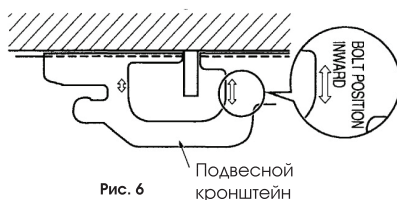

Рис. 6
- Убедитесь, что завернутая шпилька находится внутри отмеченной стрелками области. Отрегулируйте подвесной кронштейн, если он находится вне отмеченного стрелками положения (см. рис.6).